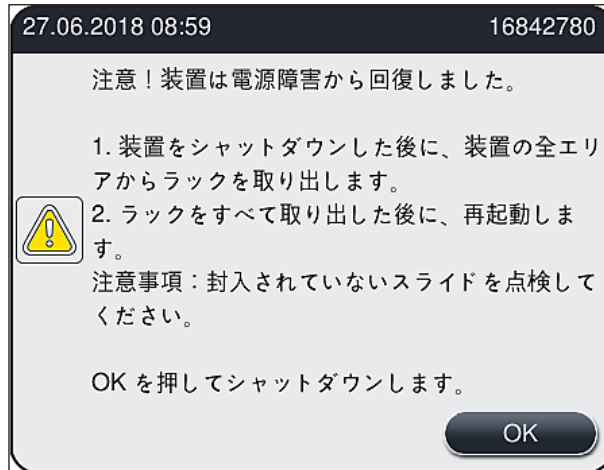

図 109
- 電源復旧後、装置は自動的に再起動します。電源障害の発生をオペレーターに知らせる情報メッセージ（→ 図 109）が画面に表示され、イベントログにもそれが書き込まれます。
- ① 電源復旧後、装置は自動的に再起動します。警告音が鳴り、警告メッセージが画面に表示されます（→ 図 109）。
続いて、情報メッセージ (→ 図 109) の指示に従い、スライドを装置から取り出します。